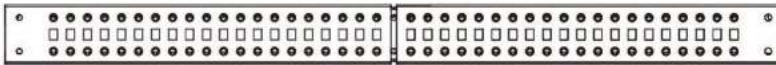

Figure 2
3. Faites glisser les supports de coin gauche et les supports de coin droit vers l'intérieur le long des sections centrales et alignez les sections centrales avec le trou sur les supports de coin gauche et les supports de coin droit. (Figure 2).